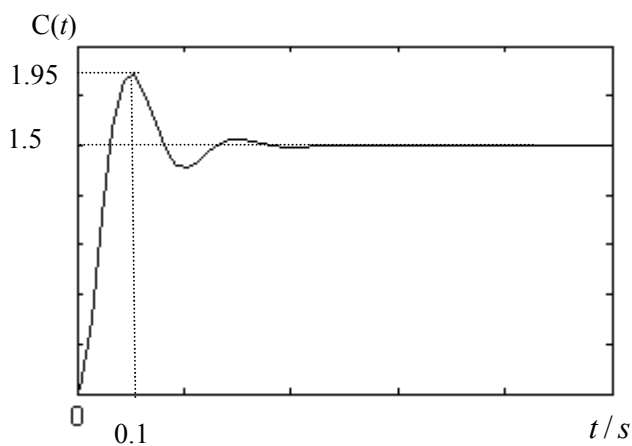

图2 阶跃响应曲线
- 二、(15分) 某二阶系统的阶跃响应 $C(t)$ 如图2所示。已知该系统具有单位负反馈，
- (1) 试确定开环传递函数；(10分)
- (2) 求阶跃输入稳态误差。(5分)